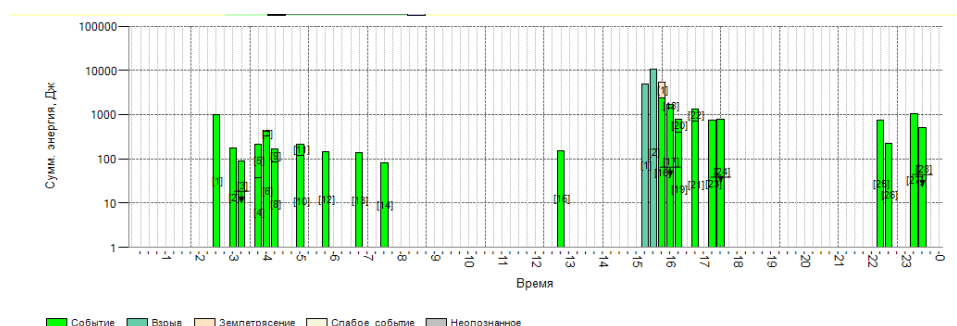

Рисунок 50 – График суточной активности
3. График суточной активности вида (Рисунок 50).